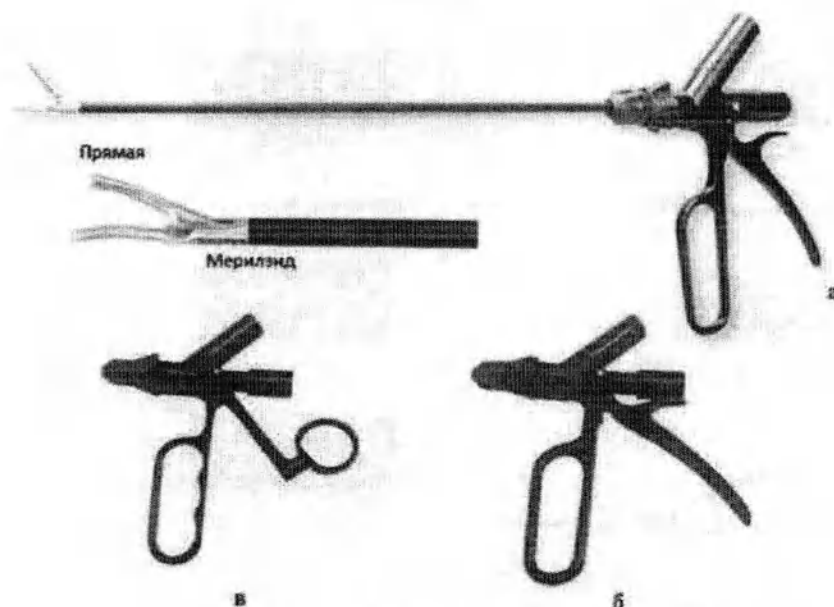

Рисунок 58 – Общий вид рукояток
8.5.1 Общий вид инструментов для коагуляции (Рисунок 58):